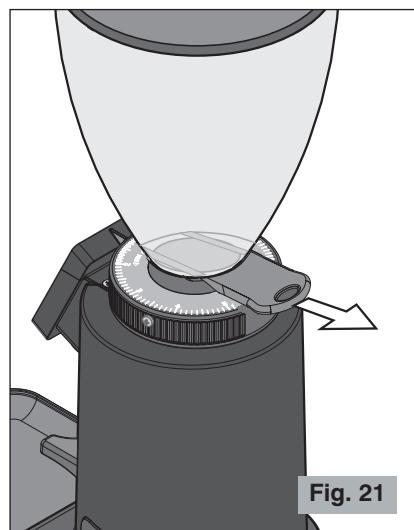

Fig. 21
**Controlar que el obturador de la tolva esté completamente abierto hasta el final de la carrera (último clic) (véase Fig. 21).**